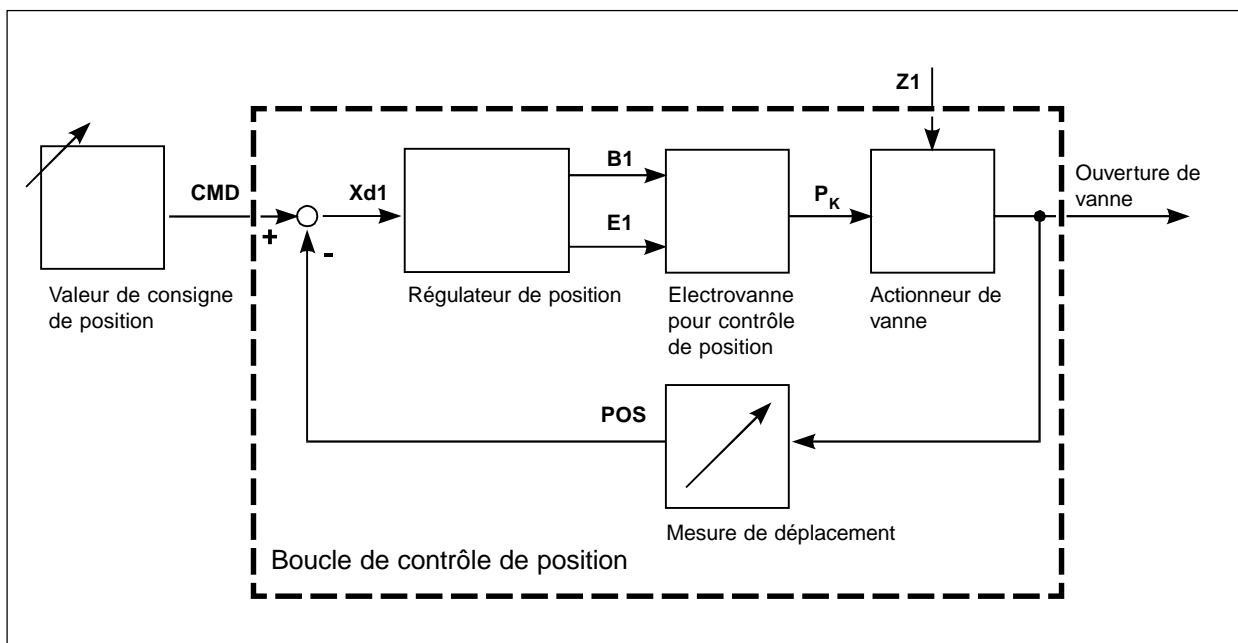

Fig. 3.6: Schéma de régulation de position
3.2.1 Action du TopControl Continuous comme régulateur de position (Fig. 3.6)
Si le TopControl Continuous fonctionne en tant que régulateur de process, la fonction antérieure de régulation de position devient une composante de la boucle de régulation principale. Le régulateur de process de la boucle de régulation principale possède une fonction PID. La valeur de consigne (SP) est utilisée et comparée à la valeur mesurée (PV). La valeur actuelle est mesurée par un capteur. La régulation de la variable contrôlée fonctionne selon la figure 3.6. Z2 représente une variable de perturbation.